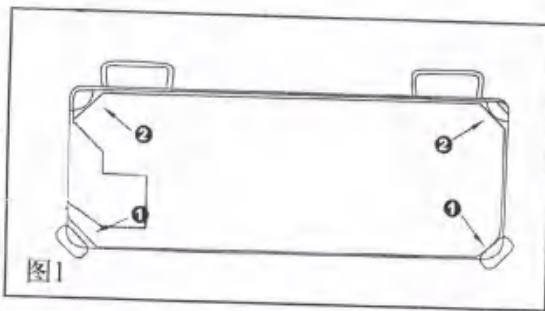
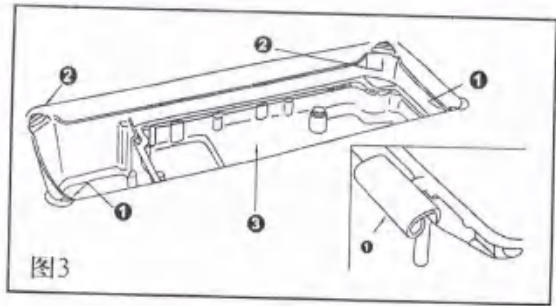
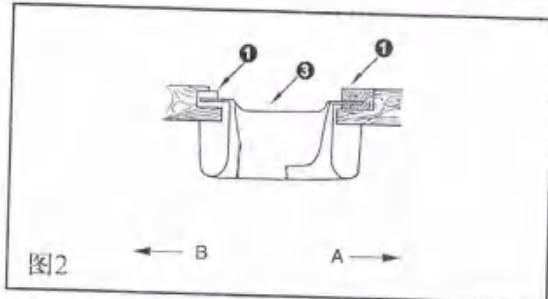
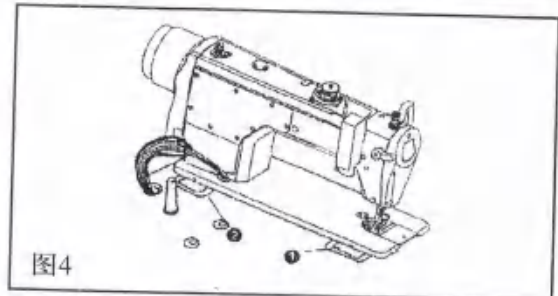

图1
图3
图2
图4
4. 机器的安装 (图1、图2、图3、图4) INSTALLATION (FIG. 1,FIG.2,FIG.3,FIG.4)
- 2) 将两只机头坐垫①安装在油盘③的A边(朝操作者一边), 将两只油盘支座②安装在油盘③的B边(用机头连接钩接合一边), 然后放上油盘③(图1、图2)
- 3) 将机头连接钩①插入底板销孔内, 与台板的机头连接钩座②相嵌合再把机头放到油盘四只角的坐垫上。(图3、图4)